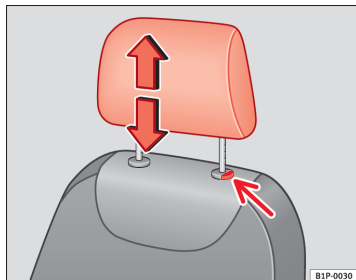

Fig. 89 Indstilling eller afmontering af hovedstøtte
- Tryk på knappen ⇒ Fig. 89 (pil).